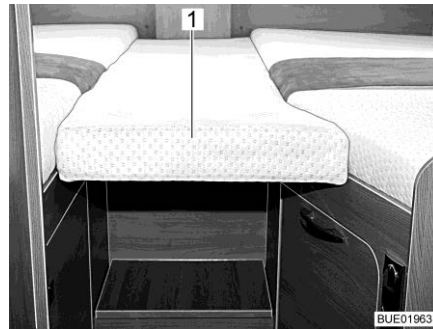
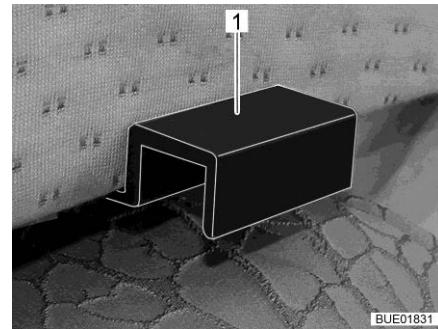

Bild 152 Zusatzpolster
Bild 153 Halterung Zusatzpolster
- Das Zusatzpolster (Bild 152,1) mit den Halterungen (Bild 153,1) so in die Blenden der Einzelbetten einhängen, dass eine geschlossene Liegefläche entsteht.